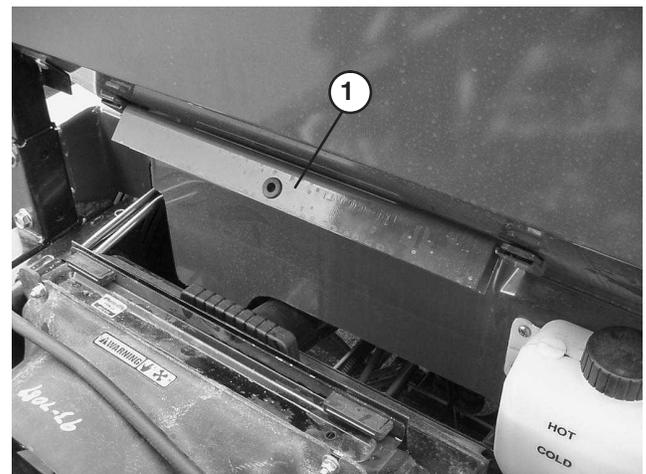

Bild 38
2. Nehmen Sie die Pritschenstütze aus den Einlagerungshalterungen hinten am Überrollschutz (Bild 38).